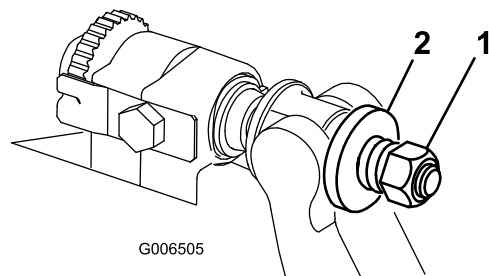

Figure 29
4. Serrez l'écrou de tension du ressort jusqu'à ce que les spires soient jointives, puis desserrez-le de 1/2 tour (Figure 29).